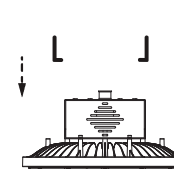

Figure 2
1. Pour installer le support en U optionnel sur le luminaire, commencer par fixer les supports de montage en U en forme de L sur le luminaire. (Voir figure 2)